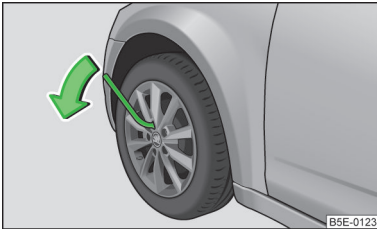

Abb. 196
- › Am Schlüsselende fassen und die Schraube etwa **eine** Umdrehung in Pfeilrichtung drehen » Abb. 196.
- › Am Schlüsselende fassen und die Schraube entgegen der Pfeilrichtung drehen » Abb. 196, bis diese fest ist.